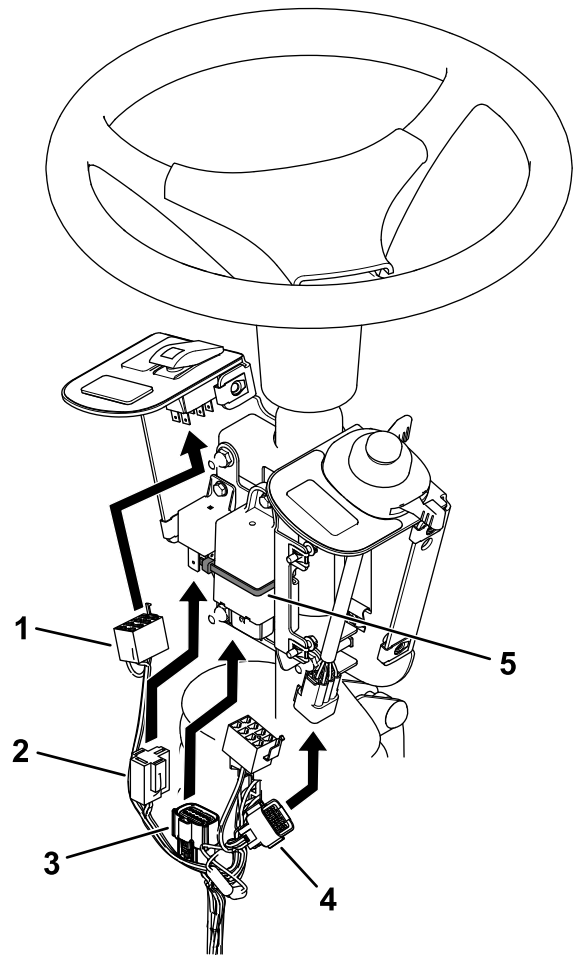

**Figuur 7**
- Monteer het knipperlicht en het relais met 2 schroeven (nr. 10 x 3/8 inch) aan de montageplaat van de zekering; zie Figuur 7.